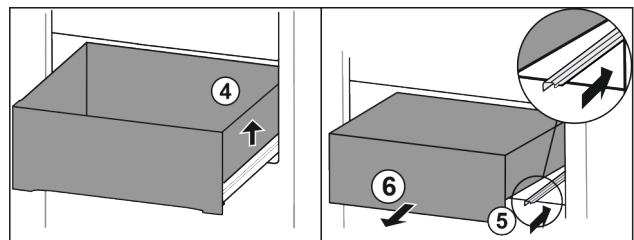

Fig. 78
- Nosta vetolaatikkoa oikealta. Fig. 78 (4)
- Työnnä oikea kisko paikalleen. Fig. 78 (5)
- Poista vetolaatikko vetämällä sitä eteenpäin. Fig. 78 (6)